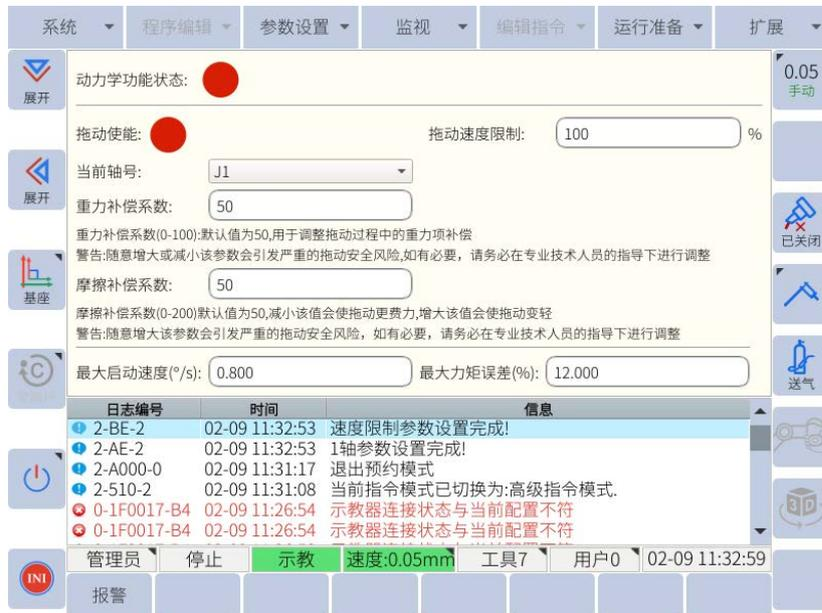

图 6-79：拖动示教
1. 点击“运行准备 -> 拖动设置”，进入拖动示教界面，如图 6-79 所示。